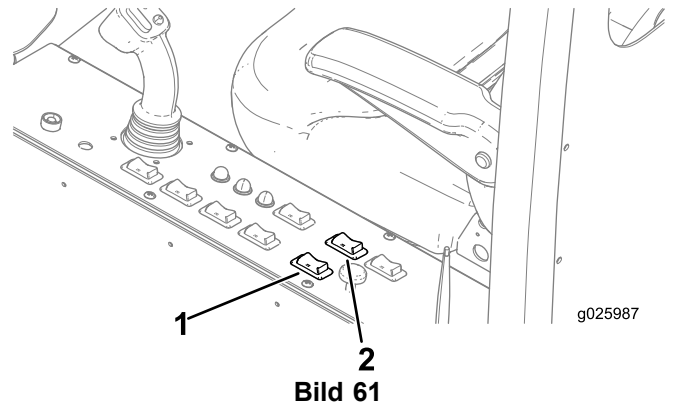

Bild 61
1. Drücken Sie den KIPP-Schalter zurück (bis die Kabine anhält), um die Kabine in die BOHR-Stellung zu schwenken (Bild 61).
2. Drücken Sie den KIPP-Schalter zurück, um die Kabine in die gewünschte Bohr-Stellung zu schwenken (Bild 61).
1. Drücken Sie den KIPP-Schalter nach vorne (bis die Kabine anhält), um die Kabine in die TRANSPORT-Stellung zu schwenken (Bild 61).
2. Drücken Sie den KIPP-Schalter nach vorne (bis die Kabine anhält), um die Kabine in die **TRANSPORT-Stellung** zu schwenken (Bild 61).